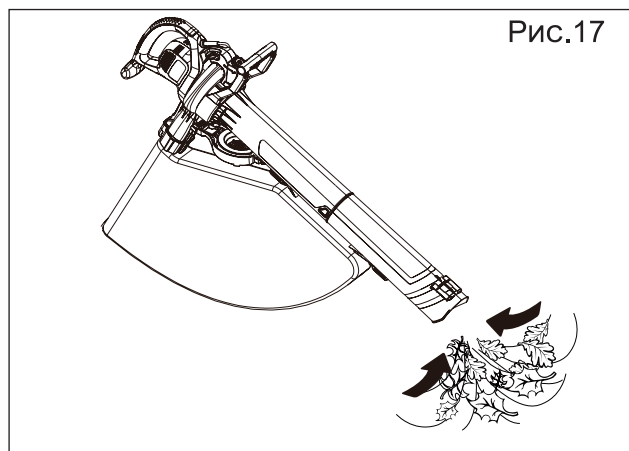

Рис.17
- Крепко удерживая пылесос, выполните размашистое движение для сбора мусора. Отходы попадают в мешок. Такие предметы, как листья и небольшие ветки, будут измельчаться при прохождении через воздухоуловку. Для продления срока службы мешка и повышения производительности, рекомендуется чаще опорожнять мешок. (Рис.17).